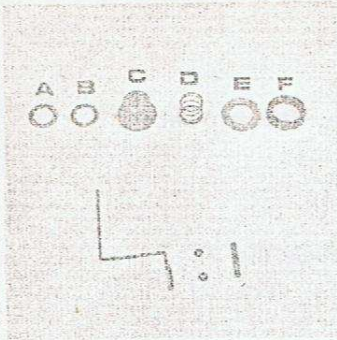

Fig. 14
1. Rabattre le plateau de commande et remonter les pièces dans l'ordre F, E, D, C, B, A, (fig. 14).